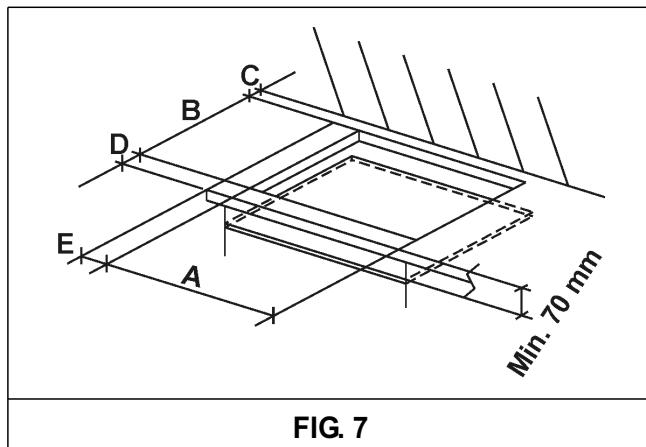

FIG. 7
Réalisez dans le dessus du meuble à éléments, une ouverture pour l'encastrement ayant les dimensions indiquées dans la fig. 7, en respectant les dimensions critiques de l'espace d'installation de l'appareil (voir fig. 7 et 8).
- Pour éviter tout contact accidentel avec la surface de la boîte de la table surchauffée durant son fonctionnement, appliquez une séparation en bois bloquée par des vis à une distance minimale de 70 mm du dessus (fig. 7).